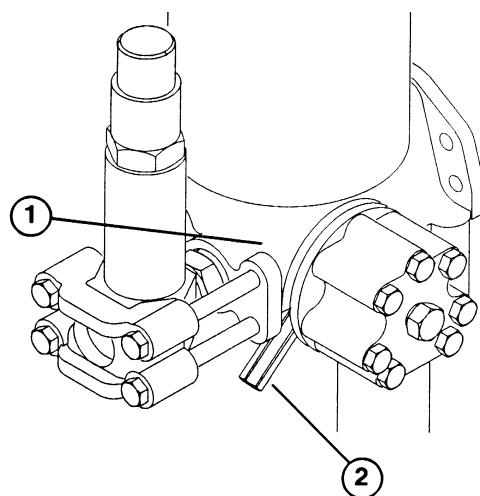

Fig. 10
6. Aprire la valvola di spурго, sulla valvola principale sul retro della macchina (Fig. 10), sotto il cofano. Spurgare l'impianto fin quando dal foro esce un regolare flusso d'acqua, quindi chiudere la valvola.